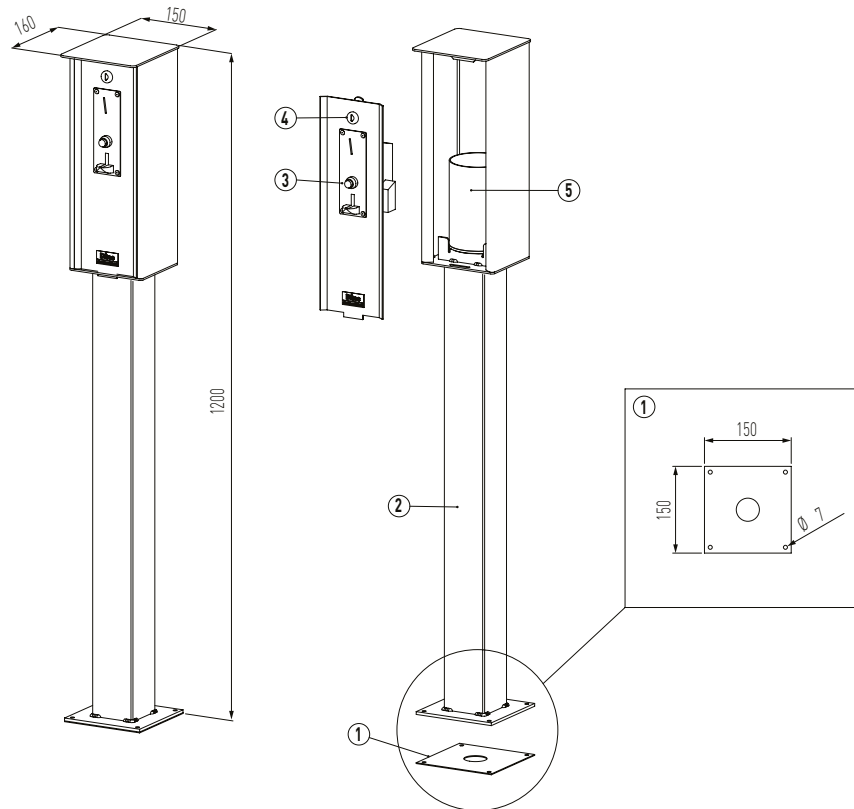

fig. 1
2. RIFERIMENTI ILLUSTRAZIONI (fig. 1 e 2)
2. REFERENCE TO ILLUSTRATIONS (fig. 1 and 2)
2. REFERENCES (fig. 1 et 2)
2. VERWEISE AUF ABBILDUNGEN (Abb. 1 und 2)